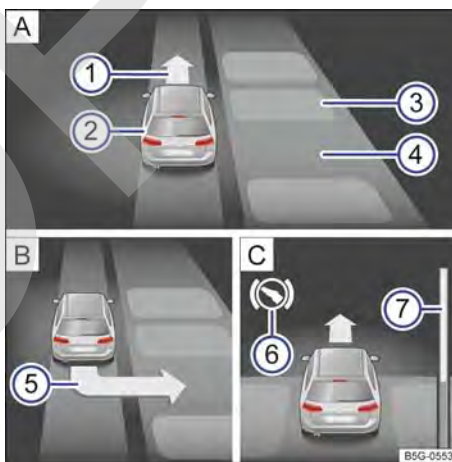

Fig. 161 En la pantalla del cuadro de instrumentos: aparcarse en batería. [A] Buscar un hueco de aparcamiento. [B] Posición para aparcarse. [C] Maniobrar.
- Aparque cuando aparezca la indicación de aparcarse → fig. 161 Ⓜ → pág. 232 en la pantalla del cuadro de instrumentos.
Legenda de la fig. 161 (modo de aparcamiento en batería marcha atrás):